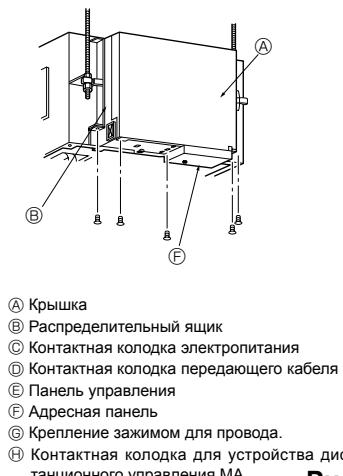

Рис. 4-1
4.1. Электропроводка (Рис. 4-1)